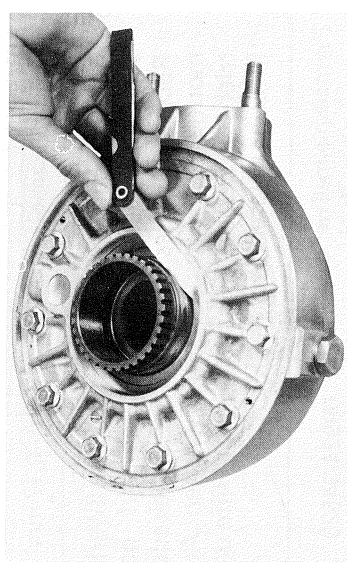

Abb. 8-30
- Mit Hilfe einer Dickenlehre den Abstand zwischen den Beilegescheiben und dem Lagerdeckel messen. Falls der Abstand nicht innerhalb der Toleranzgrenze liegt, müssen die Beilegescheiben ausgewechselt werden. (Abb. 8-30)